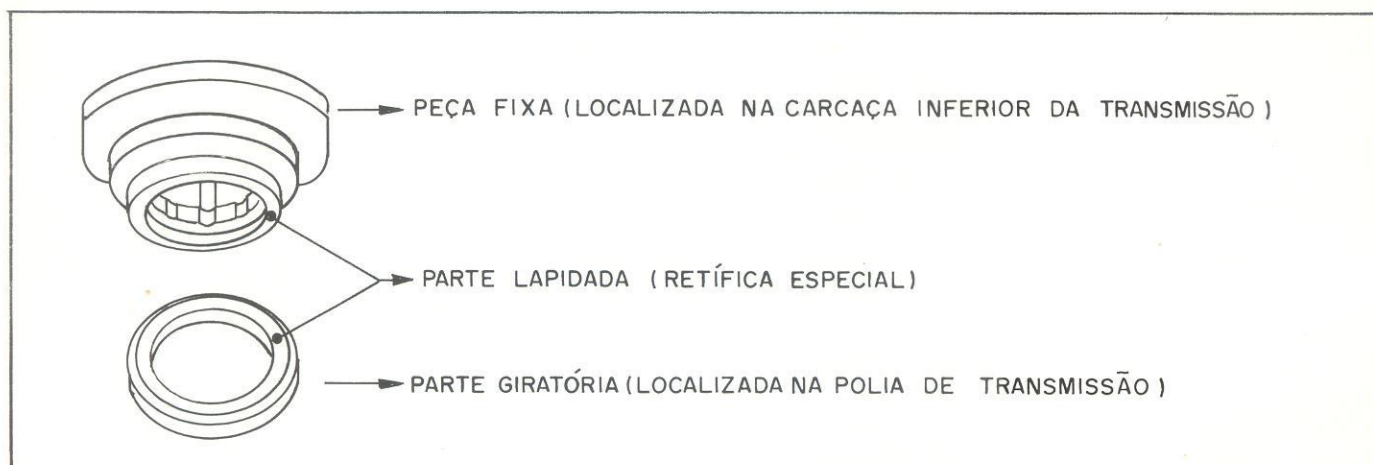

FIG. 56
**NOTA 1** - A parte "lapidada" dos retentores tipo selo mecânico, deve ser tratada com o máximo cuidado, pois qualquer arranhão ou risco nesta área, danificará irremediavelmente o retentor. (figs. 56 e 58).